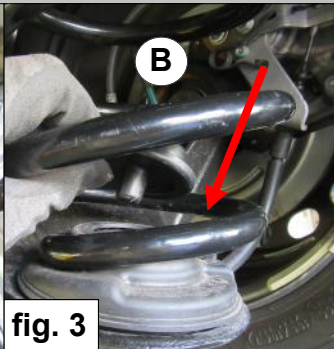

fig. 3
3. Plaats de onderste veerhouder B in het zojuist geboorde gat. (Zie fig. 3).
3. Place lower spring seat B into the just drilled hole. (See fig. 3).
3. Setzen Sie den unteren Federteller B in der Bohrung. (Siehe Abbildung 3).
3. Placez le support inférieur **B** dans le trou précédemment percé. (Voir fig. 3).